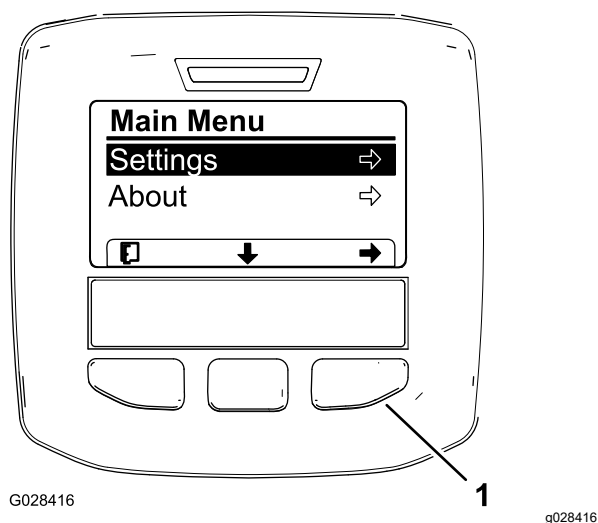

Bild 61
3. Drücken Sie die mittlere Auswahltaste, um auf das Hauptmenü zuzugreifen (Bild 61).
5. Drücken Sie die linke Auswahl taste, um die Auswahl(en) zu speichern, beenden Sie das Menü „Einstellungen“ und gehen auf das Hauptmenü zurück (Bild 61).
9. Drücken Sie die linke Auswahl Taste, um das Menü „Einstellungen“ zu beenden und das Hauptmenü anzuzeigen (**Bild 61** und **Bild 63**).